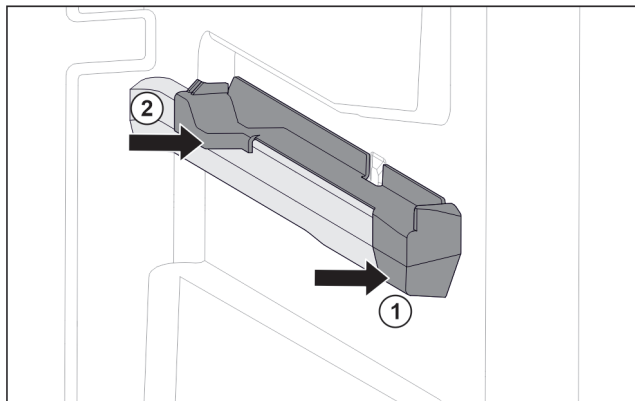

Fig. 131 Natični dio na desnom žlijebu spremnika
- Postavite natični dio sprijeda na žlijeb spremnika. Fig. 131 (1)
- Pritisnite natični dio straga. Fig. 131 (2)